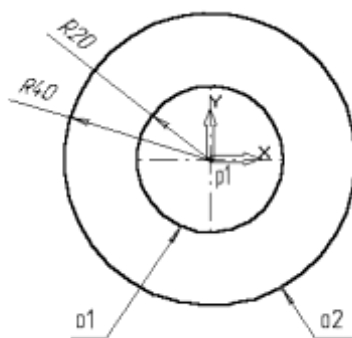

Рис. 2
- 3.Затем постройте окружность **o2** без осевых линий радиусом 40 мм. Положение центра задайте в центре окружности **o1** (точка p1) с помощью привязки Ближайшая точка, рис. 2.